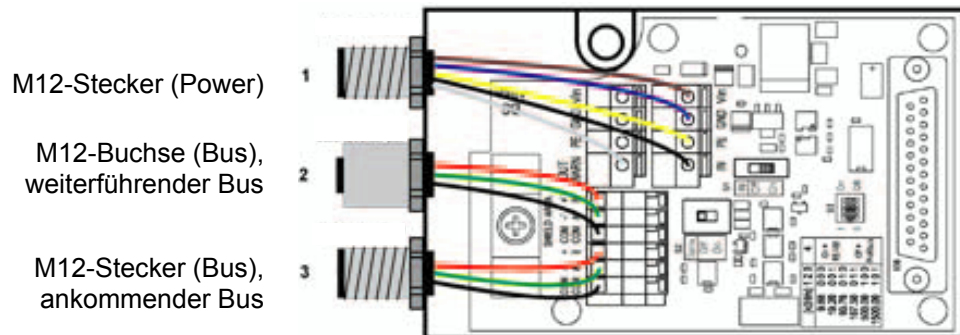

Abbildung 6-2: Montage und Anschluss der optionalen M12-Steckverbinder
5. Litzen gemäß Abbildung 6-2 und Tabelle 6-1 anschließen.